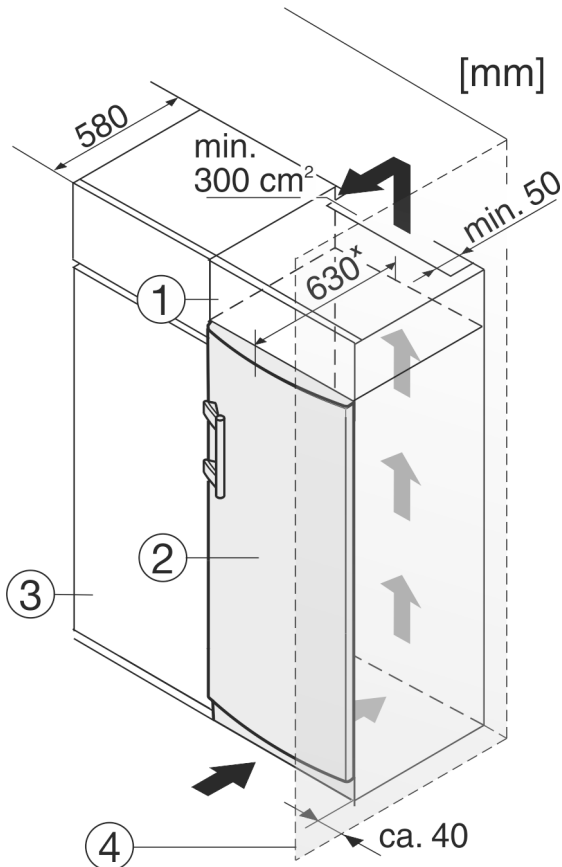

Fig. 12
Uređaj se može adaptirati za ugradnju u kuhinjske ormare. Kako biste uređaj Fig. 12 (2) prilagodili visini kuhinjskog namještaja, iznad uređaja možete postaviti viseći ormar Fig. 12 (1).
Kod adaptacije s kuhinjskim ormarima (dubina maks. 580 mm) uređaj se može postaviti izravno uz kuhinjski ormar Fig. 12 (3). Uređaj stoji bočno 34 mm \* i u sredini uređaja 50 mm \* nasuprot pročelju kuhinjskog ormara.
Kada se uređaj postavlja s okovima pored zida Fig. 12 (4), razmak između uređaja i zida mora iznositi najmanje 40 mm. To odgovara stajanju ručice kod otvorenih vrata.